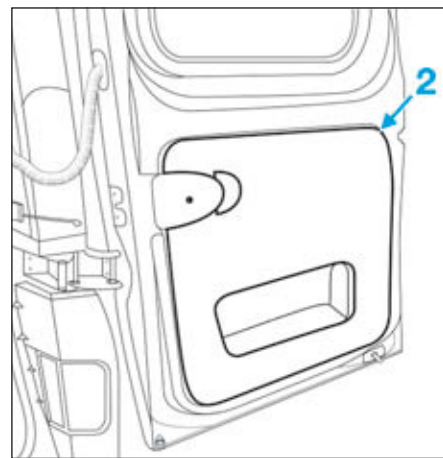

FIG.73
- Déclipper la garniture (2) (Fig.73) de porte de chargement arrière droite.